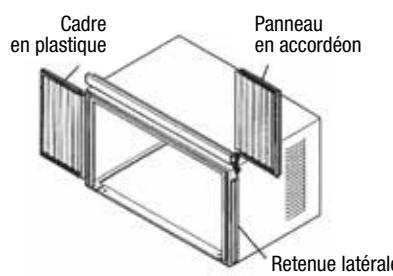

FIG. 9
2. Faites glisser la section « I » du panneau en accordéon dans le dispositif de retenue latérale sur le côté du caisson. (Voir Fig. 9) Faites ceci des deux côtés.